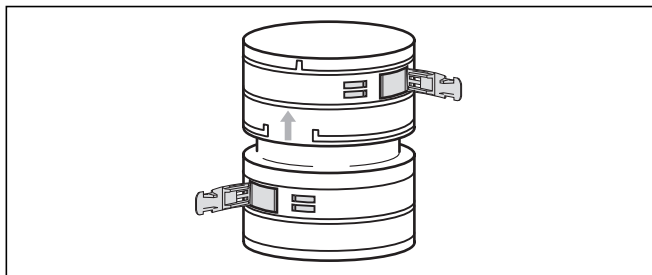
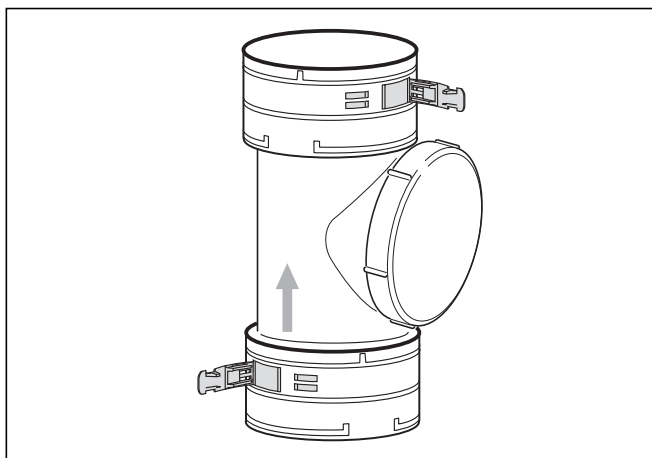

Рис. 5.32 Соединительный элемент (арт. № 303 512)
Рис. 5.33 Элемент для очистки (арт. № 303 511)
- При необходимости, вначале установите соединительные элементы и элементы для очистки (см. рис. 5.32 и 5.33).
Вместо того, чтобы использовать цельный гибкий дымоход с общей длиной, Вы можете использовать несколько отдельных элементов и соединить их соединительными элементами (арт. № 303 512, рис. 5.32) или элементом для очистки (арт. № 303 511, рис. 5.33).